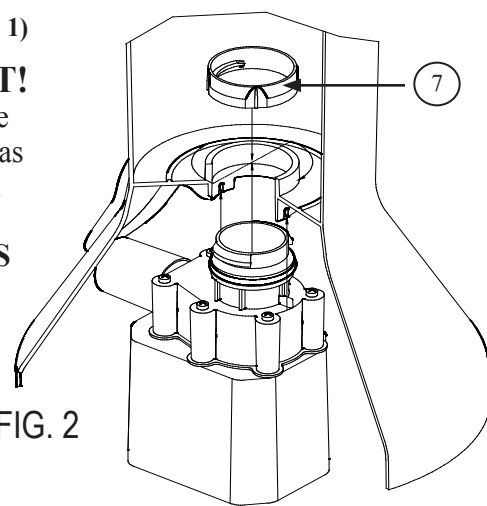
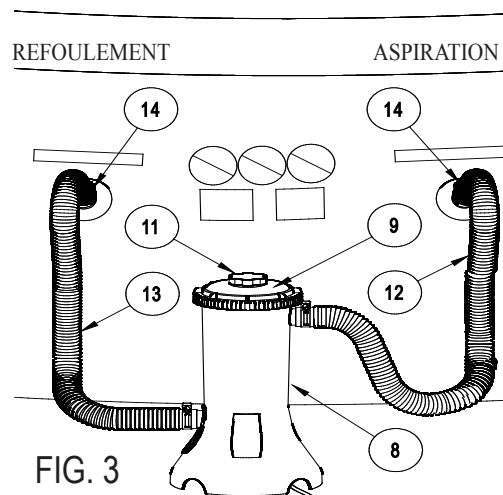

FIG. 2
FIG. 3
- A. D'abord, retirez la bague de retenue (10) du couvercle étanche, le couvercle étanche (9) et la cartouche filtrante (15) de la boîte du filtre. Lubrifiez le joint torique de la pompe (5) avec de la vaseline. Tenez fermement la boîte du filtre (8) et insérez le corps de pompe (1) de manière que la sortie du boîtier du volute (4) passe à travers l'ouverture sur le côté de la base. Insérez la pompe à fond tout en faisant passer les deux nervures du boîtier du volute à travers les deux fentes dans le fond de la boîte. Par l'intérieur de la boîte, installez l'écrou de retenue de la pompe (7) audessus de l'entrée du boîtier du volute. Vissez l'écrou (7) dans le sens des aiguilles d'une montre jusqu'à un serrage ferme. Voir Fig. 2.
- B. Prenez les tuyaux d'aspiration et de refoulement (12, 13) et retirez du sac de quincaillerie deux colliers de serrage (14). Desserrez les colliers de serrage et glissez-les sur l'extrémité de chaque tuyau. Lubrifiez les joints toriques (24) de la boîte du filtre. Installez un tuyau sur l'entrée de la boîte du filtre et le second tuyau sur la sortie de la boîte du filtre. Serrez les deux colliers de serrage (14).
- C. Repérez les pièces (16-21) des deux ensembles de traversée de paroi. Lubrifiez le joint d'étanchéité noir (21) et placez-le sur les filets de la traversée de paroi (16). Par l'intérieur de la piscine, insérez la traversée de paroi avec un joint d'étanchéité à travers un des trous dans la paroi. Placez la rondelle de butée blanche (17) sur la traversée de paroi, ensuite vissez l'écrou (18) sur la traversée de paroi sans trop serrer. **NE PAS** visser trop fort l'écrou sur la traversée de paroi ou créer des faux plis autour de la rondelle de butée (17) ou autour du joint d'étanchéité (21). Bouchez la traversée de paroi de piscine (16) avec le bouchon (20) par l'intérieur de la piscine. Répétez ce processus pour l'autre ensemble de traversée de paroi en les installant dans l'autre trou dans la paroi. Gardez pour plus tard les crépines (19) des traversées de paroi. Commencez à remplir la piscine.
- D. Après avoir rempli la piscine, positionnez le motofiltre entre les deux traversées de paroi sur le côté de la piscine à environ 15,24 cm de la base. Le tuyau d'aspiration (12), attaché au haut de la boîte du filtre, doit faire face à droite, et le tuyau de refoulement (13) attaché à la pompe, au bas de la boîte du filtre, doit faire face à gauche. Voir Fig. 3.
- E. Glissez les deux restants colliers de serrage (14) sur les extrémités des deux tuyaux. Raccordez les tuyaux aux traversées de paroi installées sur le côté de la piscine, pour l'aspiration et le refoulement. L'aspiration est à droite et le refoulement à gauche. Serrez les deux colliers de serrage (14) pour tenir en place les deux tuyaux.
- F. Dévissez de 1-1/2 tours la vis évent (11) sur le couvercle étanche (9). **REMARQUE: IL EST NÉCESSAIRE D'ÉVENTER LE SYSTÈME POUR LAISSER L'AIR S'ÉCHAPPER QUAND LA BOÎTE DU FILTRE SE REMPLIT D'EAU.**
- G. De l'intérieur de la piscine, retirez les deux bouchons (20) des traversées de paroi aspiration et refoulement. Cela permettra au système du filtre de se remplir d'eau. **NE PAS** jeter les bouchons (20) des traversées de paroi - Vous en aurez besoin pour remplacement de la cartouche filtrante ou l'entretien de la pompe. Quand le système est plein, l'eau apparaîtra sortant du sillon de la vis évent. Par un serrage à main, revissez la vis évent dans le couvercle étanche jusqu'à que le joint torique forme avec la vis un joint étanche et que l'eau arrête de s'échapper. Maintenant installez les deux crépines (19) en les emboitant sur les Traversées de Paroi (16).